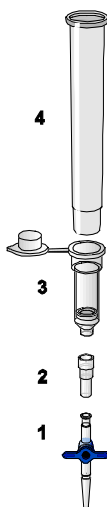

Figura 3. Montagem dos componentes do QIAamp DSP Virus Kit para o processamento de amostras com vácuo:
Assegurar que o extensor da coluna (EXT), a coluna QIAamp MinElute, o conector de vácuo (VC) e a válvula de vácuo são corretamente instalados (ver a Figura 3).
- Centrifugar o tubo de lise (LT) durante ≥ 5 segundos na velocidade máxima para remover as gotas do interior da tampa.
- Mudar de luvas e abrir cuidadosamente o tubo de lise (LT).
- Adicionar 600 µl de etanol (96–100%) ao tubo de lise (LT), fechar a tampa e misturar muito bem com um misturador de vórtice por impulsos durante ≥ 15 segundos. Incubar durante 5 minutos (± 1 minuto) à temperatura ambiente (15–25 °C).
- Inserir a coluna QIAamp MinElute dentro do conector de vácuo (VC) no sistema de vácuo (ver a Figura 3, página 27). Inserir um extensor da coluna (EXT) na coluna QIAamp MinElute aberta.